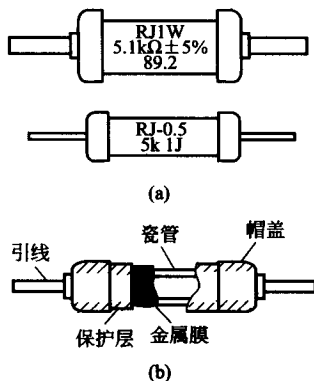

图 1-2 金属膜电阻器
b. 金属膜电阻器 (型号 RJ)。金属膜电阻器的外形如图 1-2(a) 所示, 内部构造如图 1-2(b) 所示。金属膜电阻器的主要特点是耐热性能好, 其额定工作温度为 70°C , 最高可达 155°C 。